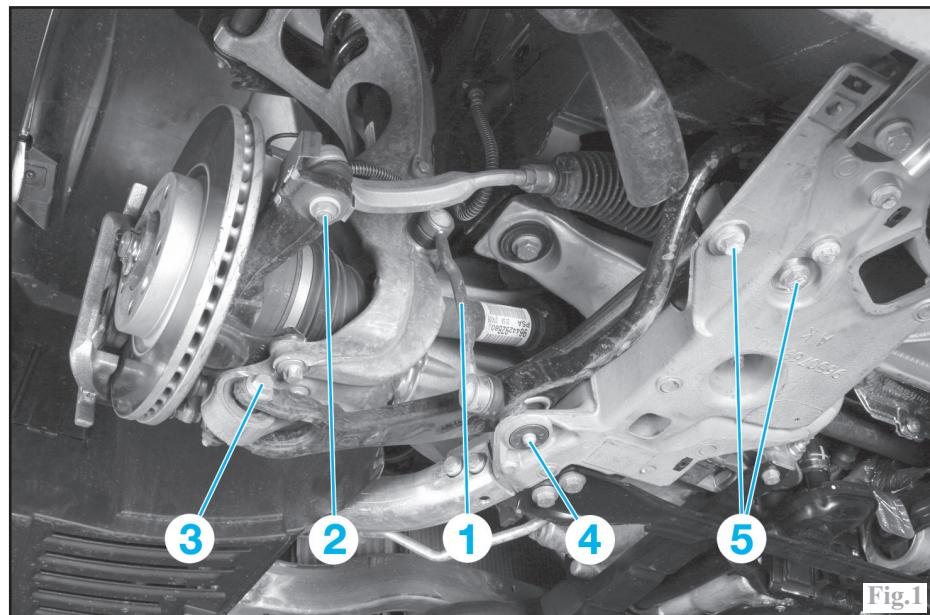
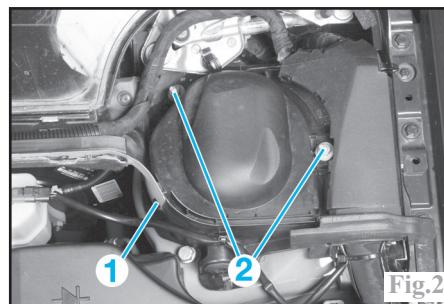

Fig.1
Fig.2
- la biellette de barre stabilisatrice (1) (Fig.1).
- l'écrou (2) de rotule de direction.
- la vis de fixation (3) du triangle inférieur.
- la vis (1) et les 2 écrous (2) du cache tête d'amortisseur (Fig.2).
- Mettre en place les fixations (2) et (3) (Fig.1) sans les bloquer.
- les deux vis (5) (Fig.1).
- la vis (4).
- la vis (3).
- l'écrou (2) (Fig.1) de rotule de direction.